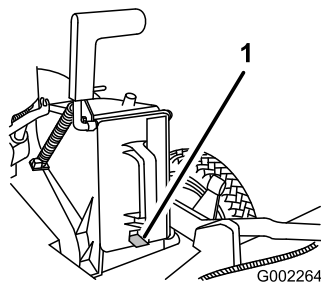

Figura 8
3. Inserte el tapón hasta el fondo, hasta que el clip en la parte inferior del tapón se enganche, fijando el tapón firmemente en el conducto de descarga (Figura 8).